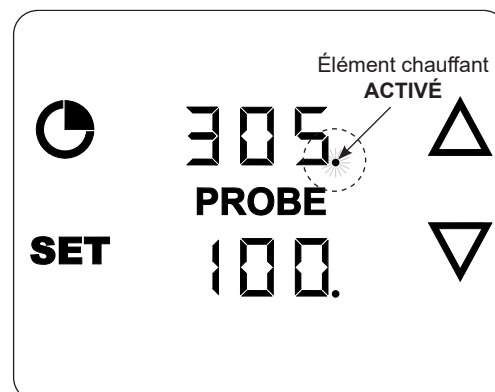

Fig. 43-2 Élément chauffant ACTIVÉ
- Le **point** à côté de la température de cuisson indique que l'élément chauffant est **activé**. Le **point** s'allume et s'éteint de manière intermittente lorsque l'élément maintient la température réglée. Voir Fig. 43-2.